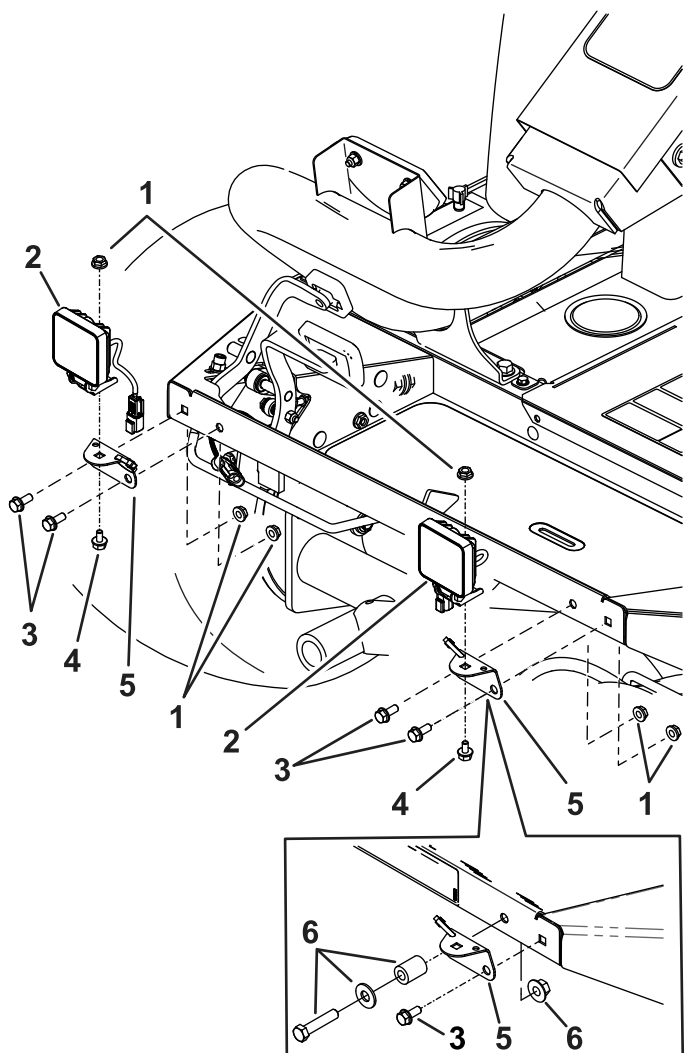

Figura 4
1. Per una macchina Reelmaster 3100, montate le staffe della luce nella parte anteriore del poggiapiedi con 4 bulloni flangiati a testa esagonale (5/16" x 3/4") e 4 dadi di bloccaggio (5/16"); fate riferimento a Figura 4.
2. Per una macchina Groundsmaster 3500, montate le staffe della luce nella parte anteriore del poggiapiedi con 2 bulloni flangiati a testa esagonale (5/16" x 3/4"), 2 dadi di bloccaggio (5/16") e la bulloneria esistente e la rondella; fate riferimento a Figura 4.
3. Montate le 2 luci alle staffe con 2 bulloni (5/16" x 1/2") e 2 dadi di bloccaggio (5/16"); fate riferimento a Figura 4.